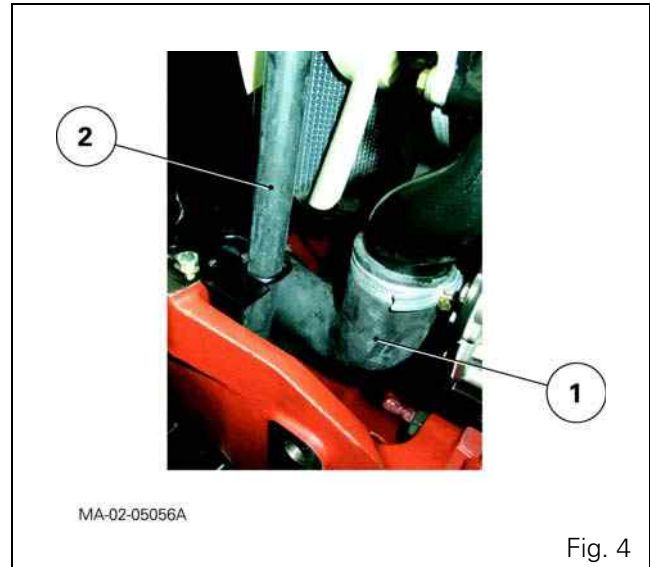

Fig. 4
15. Desconectar la manguera inferior (1) y la manguera (2) que conecta el tanque de expansión con la base del radiador (Fig. 4).